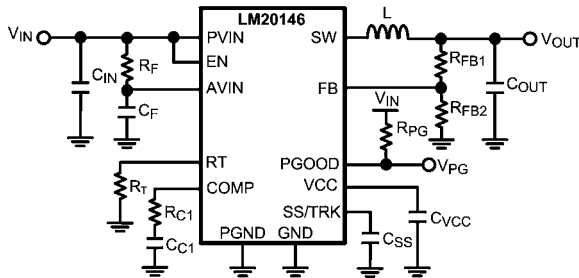

FIGURE 3. Typical Application Circuit
LM20146 は、できる限り少ない外付け部品で効率的な低電圧降圧レギュレータを実装するために必要なすべての機能を備えたスイッチング・レギュレータです。この使いやすいレギュレータは、2つのスイッチ素子を内蔵し、最大 6A の連続出力電流を供給できます。レギュレータは非線形スロープ補償によるピーク電流モード制御により、出力電圧範囲全体にわたり最適な安定性および過渡応答を実現します。ピーク電流モード制御は、入力電圧フィードフォワード、サイクルごとの電流制限、ループ補償が簡単という特長を原理的に備えています。スイッチング周波数は 250kHz ~ 750kHz の範囲で可変です。デバイスは高いスイッチング周波数で動作可能で、小型のインダクタを使用しながら高い効率を達成します。高精度な内部電圧リファレンスにより、出力を 0.8V という低電圧に設定できます。保護機能として、電流制限、サーマル・シャットダウン、オーバーボルテージ保護、シャットダウン機能を備えています。デバイスは放熱を助ける露出パッドを組み込んだ eTSSOP-16 パッケージで供給されます。5V または 3.3V バスから効率的に降圧する目的で、LM20146 は数多くのアプリケーションに適用可能です。LM20146 の一般的なアプリケーション回路は設計ガイドラインの Figure 3 に示しています。
ここでは、全機能を有する電源の構築に必要な外付け部品の選定方法を段階を踏んで説明します。どのような DC-DC コンバータの設計であっても、効率、実装面積、性能が最適化のトレードオフになります。このセクションではこれらの設計条件について詳しく取り上げます。部品選定を簡易化するために、Figure 3 に示す回路を参考として使用します。特記のない限り、すべての式で単位は電流をアンペア (A)、容量をファラッド (F)、インダクタンスをヘンリー (H)、電圧をボルト (V) とします。
高周波ノイズのスパイクによって AVIN ピンおよび AGND ピンに接続された高感度のアナログ回路が妨害されることを防ぐため、PVIN と AVIN の間に高周波数 RC フィルタが必要となります。これらの部品は Figure 3 に C_F および R_F として示されています。 R_F に必要な値は 1Ω です。 C_F は必ず使用してください。 C_F の推奨値は $1.0 \mu F$ です。フィルタ・コンデンサ C_F は、AVIN と AGND を直接接続し、可能な限り IC の近くに配置してください。このとき、 C_F には X5R や X7R など、適切なセラミック・コンデンサを選択すべきです。